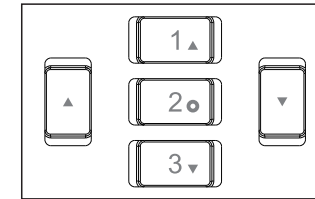

Figura 1-6
1. Extracción de la temperatura de acceso directo: en el trabajo normal, presione brevemente el botón "1 o 2 o 3" (como la Figura 1-6), puede extraer rápidamente el valor establecido de la temperatura almacenado en el canal "1 o 2 o 3".